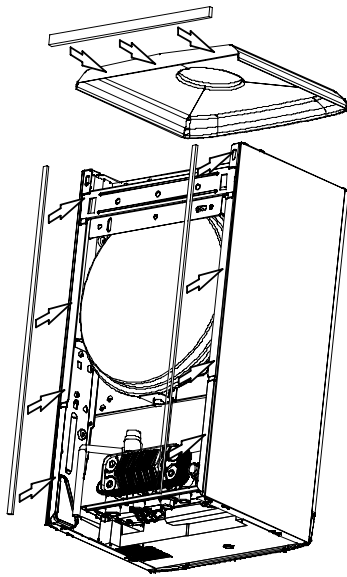

fig. 5.31
- 1 Applicare come indicato in fig. 5.31 le guarnizioni sui pannelli laterali della carrozzeria e sulla protezione superiore.